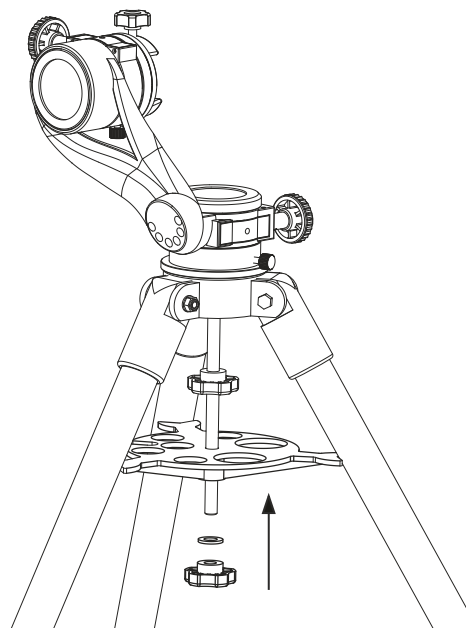

Рис. 1.2c
5. Снимите зажимную ручку и шайбу снизу центрального опорного стержня. Наденьте полочку для аксессуаров на опорный стержень так, чтобы три упора полочки касались ножек треноги (рис. 1.2c).